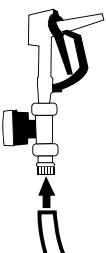

Figure 11
6. Raccorder le tuyau au raccord cannelé de la buse à main et le fixer au moyen d'un collier en acier inoxydable (Figure 11, à la page 4).